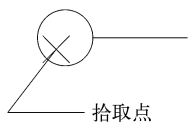
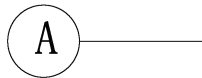

图 7-23 拾取点位置
图 7-24 增加属性后的图形
(4) 单击 **确定** 按钮，在图 7-23 所示的圆中间偏左下的位置点取，结果如图 7-24 所示。